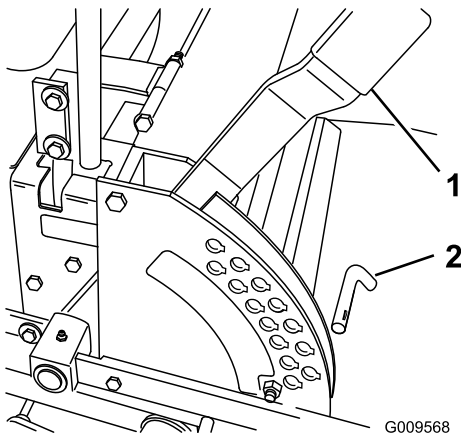

Figura 18
1. Alzate la leva dell'altezza di taglio in posizione di trasporto (anche la posizione di 114 mm dell'altezza di taglio) (Figura 18).
2. Per regolare, spostate il cavallotto con perno dalla staffa dell'altezza di taglio (Figura 18).
3. Nella staffa dell'altezza di taglio scegliete un foro corrispondente all'altezza di taglio richiesta, ed inserite il cavallotto con perno (Figura 18).